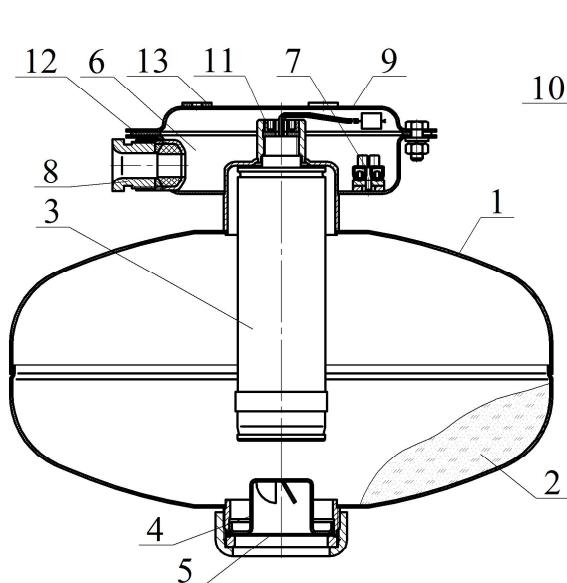
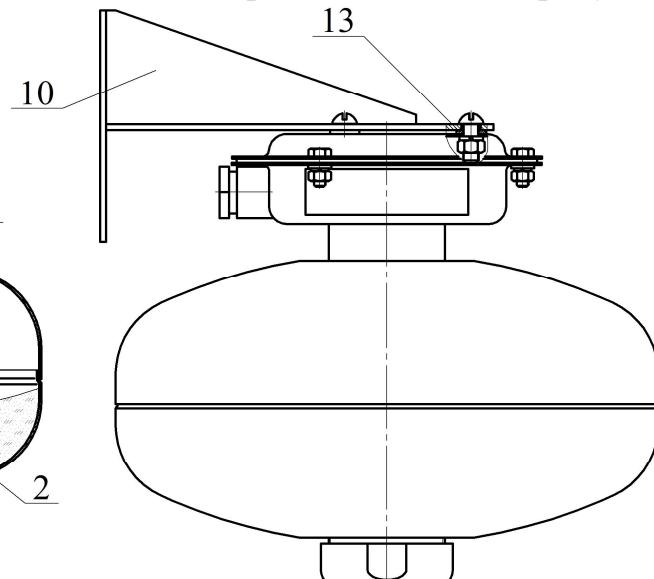

Рисунок 1
Рисунок 2
В верхней части МПП снабжен кронштейном **9** для крепления к потолочному перекрытию (рисунок 1) или кронштейном **10** для крепления к стене (рисунок 2).
2.1.3 Закрепить кронштейн 9 (см. рисунок 1) на потолке или кронштейн 10 (см. рисунок 2) на стене. Крепление кронштейна 9 к потолку производить через резиновые кольца 13. Координаты отверстий в кронштейне, предназначенном для крепления МПП на потолке, приведены на рисунке 4а), на стене – на рисунке 4б).
2.1.4 Через резиновую прокладку 12 (см. рисунок 1) состыковать МПП с кронштейном и закрепить соединение гайками. Соединение МПП с настенным кронштейном 10 производить через резиновые кольца 13 (см. рисунок 2).